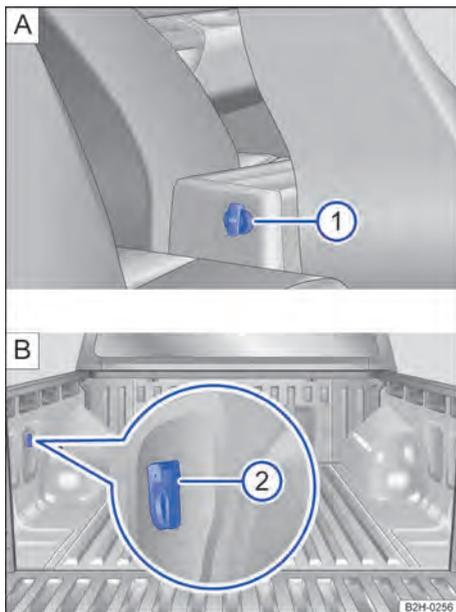

Fig. 119 Tomada 12 V atrás.
- No console central traseiro → Fig. 119 ①.
- Na parede lateral esquerda da superfície de carga → Fig. 119 ②.